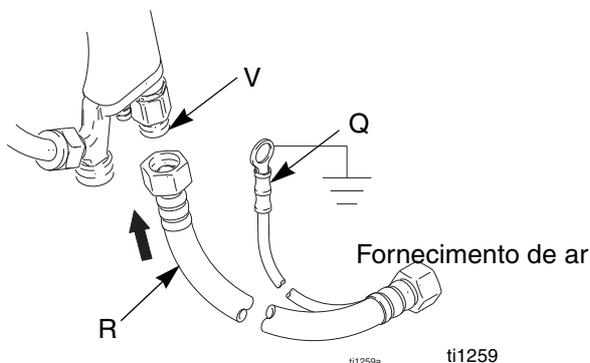

FIG. 2
1. Ligue a Mangueira de Ar de Ligação à Terra Graco (R) entre a linha de fornecimento de ar e a entrada de ar da pistola (V) (FIG. 2). O acessório de entrada de ar da pistola tem uma rosca no lado esquerdo. Ligue o fio de ligação à terra do tubo flexível de fornecimento de ar (Q) a uma ligação à terra verdadeira.